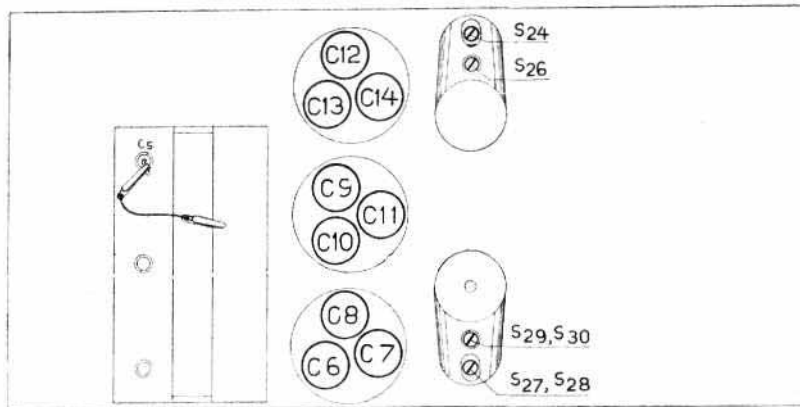

Abb. 6
5. Nacheinander C13, C10, C7 Abb. 6 auf größte Ausgangsleistung abgleichen.
6. Aperiodischer Verstärker oder Hilfsempfänger an die Anode von L 2 anschließen. Ausgangsleistungsmesser an Hilfsempfänger schalten. Oszillator ausschalten durch kurzschließen von C5 (Abb. 6) ausschalten.
13. C13, C10, C7, (Abb. 6) auf größte Ausgangsleistung abgleichen.
6. Aperiodischer Verstärker oder Hilfsempfänger an die Anode von L2 anschließen. Ausgangsleistungsmesser hinter den Hilfsempfänger schalten. C 5 (Abb. 6) kurzschließen.
5. Nacheinander C12, C6, C9, C12, C6, C9 (Abb. 6) auf größte Ausgangsleistung abgleichen.
13. Nacheinander C12, C6, C9 (Abb. 6) auf größte Ausgangsleistung abgleichen.